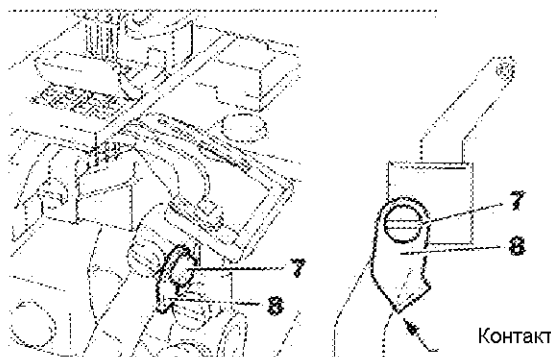

Fig.33
3. Ослабьте винт 7. Измените положение регулировочного кронштейна высоты петлителя 8 (см. Рис. 33).